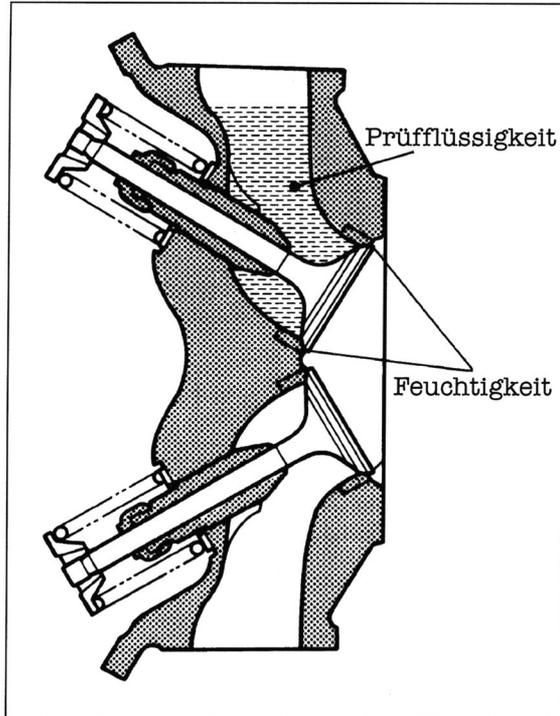

Bild 185
- Nockenhöhe messen (Bild 185). Sollwerte und Verschleissgrenzen siehe Technische Daten.